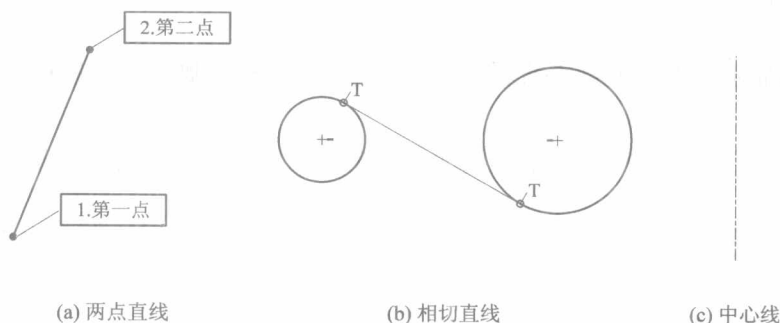

图 2-2 草绘直线
(1) 草绘两点直线: 单击草绘两点直线图标 , 先单击起点, 移动鼠标定义其方向和长度, 再单击终点。如果连续绘制直线, 则在连接点处不能单击两次, 否则会出现多余的线段。要结束连续直线的绘制或取消当前绘制的直线时, 可单击鼠标中键, 如图 2-2(a)所示。
(2) 草绘两图元间的切线: 单击草绘两图元间的切线图标 , 在第一个参照图元的切点处单击鼠标, 移动鼠标控制直线的走向, 当鼠标靠近第二个参照图元时, 系统会自动捕捉相切点, 再单击鼠标确认完成直线草绘。草绘的直线保证与两个参照几何相切, 如图 2-2(b)所示。
(3) 草绘中心线: 单击草绘中心线图标 , 单击第一点确定中心线的位置, 移动鼠标后, 单击鼠标左键定义直线的方向, 如图 2-2(c)所示。